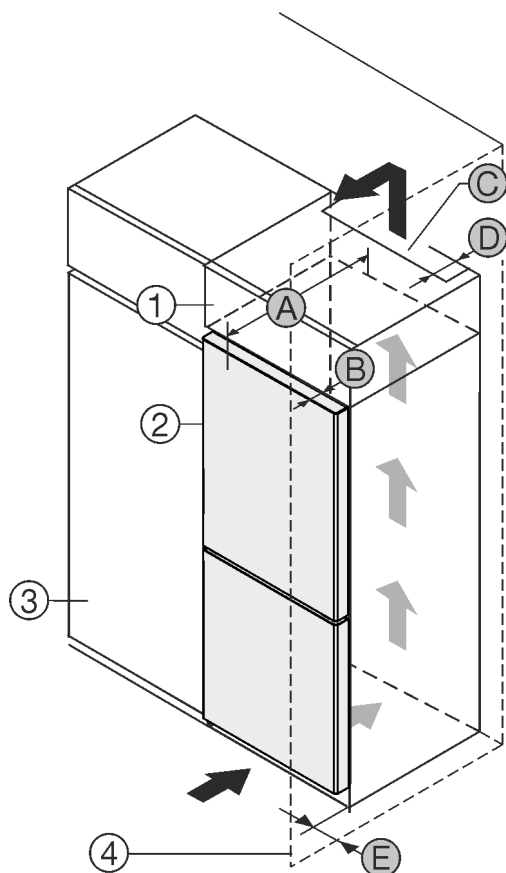

Fig. 1
- (1) Nadstavná skrinka
- (2) Zariadenie
- (3) Kuchynská skriňa
- (4) Stena
- (A) Hĺbka zariadenia
- (B) Hĺbka dvier
- (C) Prierez vetracieho otvoru
- (D) Vzdialenosť zadnej strany zariadenia
- (E) Vzdialenosť od boku zariadenia
Zariadenie postavte priamo vedľa kuchynskej skrine Fig. 1 (3).
Na zadnej strane nadstavnej skrine musí byť vetracia šachta s hĺbkou Fig. 1 (D) cez celú šírku nadstavnej skrine.
Pod stropom miestnosti sa musí dodržať prierez vetracieho otvoru Fig. 1 (C).
Ak je zariadenie umiestnené so závesmi vedľa steny Fig. 1 (4), vzdialenosť medzi zariadením a stenou musí byť minimálne 40mm. To zodpovedá presahu držadla pri otvorených dverách.
Pre úplné otvorenie dverí musí zariadenie vyčnievať o hĺbku dvier Fig. 1 (B) prednej časti kuchynskej skrine. V závislosti od hĺbky kuchynských skriň Fig. 1 (3) a použitia dištančných držiakov na stenu môže zariadenie prečnievať ešte viac.*
Pre úplné otvorenie dverí musí zariadenie vyčnievať o hĺbku dvier (B) prednej časti kuchynskej skrine. V závislosti od hĺbky kuchynských skriň Fig. 1 (3) a použitia dištančných držiakov na stenu môže zariadenie prečnievať ešte viac.*